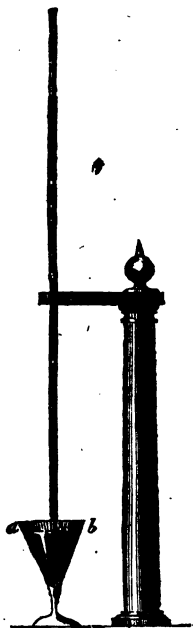

Fig. 54.
esso si sarebbe innalzato nel tubo. Egli prese quindi un liquido molto più denso dell'acqua, il mercurio, e ne empi un vaso; prese poscia un lungo tubo di vetro chiuso ad uno dei capi, e'riempi esattamente il tubo con mercurio. Poscia, tenendo chiusa col dito l'apertura del tubo, lo capovolse e lo immerse nel vaso contenente il mercurio (fig. 54). Ritirato il dito, il mercurio del tubo discese per un certo tratto e poi rimasé stazionario, mantenendovisi all'altezza di circa ventotto pollici (metri 0,76). Confrontando quindi la densità del mercurio con quella dell'acqua (1), Torricelli si accorse che l'altezza, cui si innalzava il mercurio nel tubo, stava appunto in proporzione coll'altezza cui innalzavasi l'acqua nella pompa; poichè essendo l'acqua circa tredici volte più leggiera del mercurio, una colonna d'acqua alta trentadue piedi doveva esercitare sulla sua base una pressione eguale a quella d'una colonna di mercurio alta circa ventotto pollici (2). Torricelli, con somma sua soddisfazione, riconobbe l'esattezza del suo ragionamento; l'11 giugno 1644 egli informava il suo amico Michelangiolo Ricci (3) che la forza che in un tubo vuoto fa ascendere l'acqua all'altezza di trentadue piedi, ed il mercurio all'altezza di circa ventotto pollici, è unicamente la pressione dell'aria atmosferica. Grazie all'interessante esperienza di Torricelli, il peso e la pressione dell'aria atmosferica furono stabiliti;
(1) La densità del mercurio è 13,6, prendendo per unità quella dell'acqua.
(2) Il pollice è la dodicesima parte di un piede.